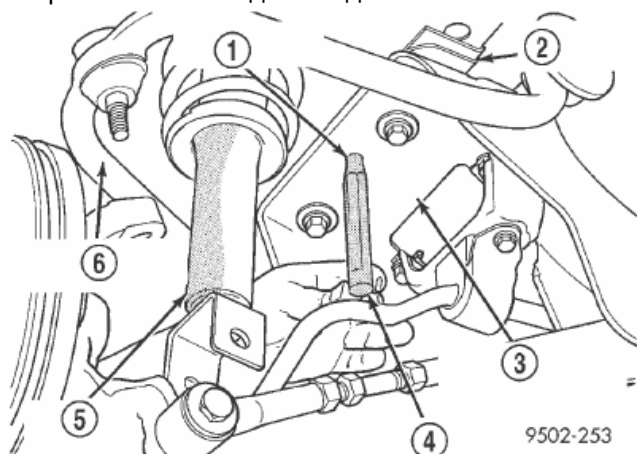

Рис. 23 РАСПОЛОЖЕНИЕ ПОПЕРЕЧНОЙ БАЛКИ ЗАДНЕЙ ПОДВЕСКИ В АВТОМОБИЛЕ
(6) Установить шпильки соответствующего размера в направляющие отверстия на каждой из сторон поперечной балки задней подвески и в установочные отверстия в лонжероне кузова. (Рис. 23). Это необходимо для обеспечения надлежащей установки поперечной балки задней подвески в поперечной и продольной плоскостях кузова автомобиля.